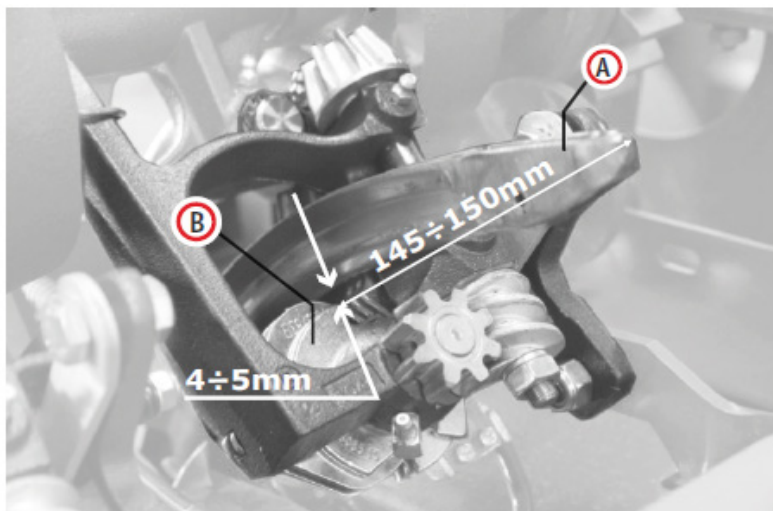

Fig.21
2. Empuje las agujas hacia arriba (A) (Fig. 21) y asegúrese de que en el borde del marco del anudador y que su distancia desde el disco de hilo, que puede regularse con los tornillos adecuados, sea de entre 4 y 5 mm (Fig. 21).
3. Asegúrese de que el extremo de cada aguja, cuando esté al máximo de la corrida, esté entre 145 y 150 mm del disco de hilo (Fig. 21). Puede regularlo utilizando la horquilla de la barra de acoplamiento (I) (Fig. 15b página 78).